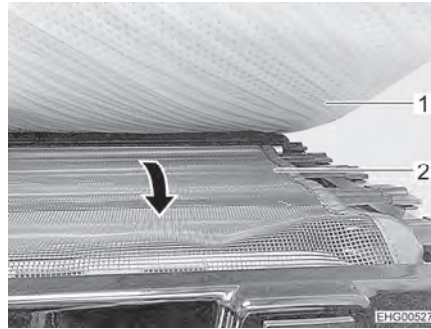

Fig. 60 Red de seguridad
- Extraer la red de seguridad (Fig. 60,2) de debajo del colchón (Fig. 60,1) y extenderla sobre el orificio de acceso.